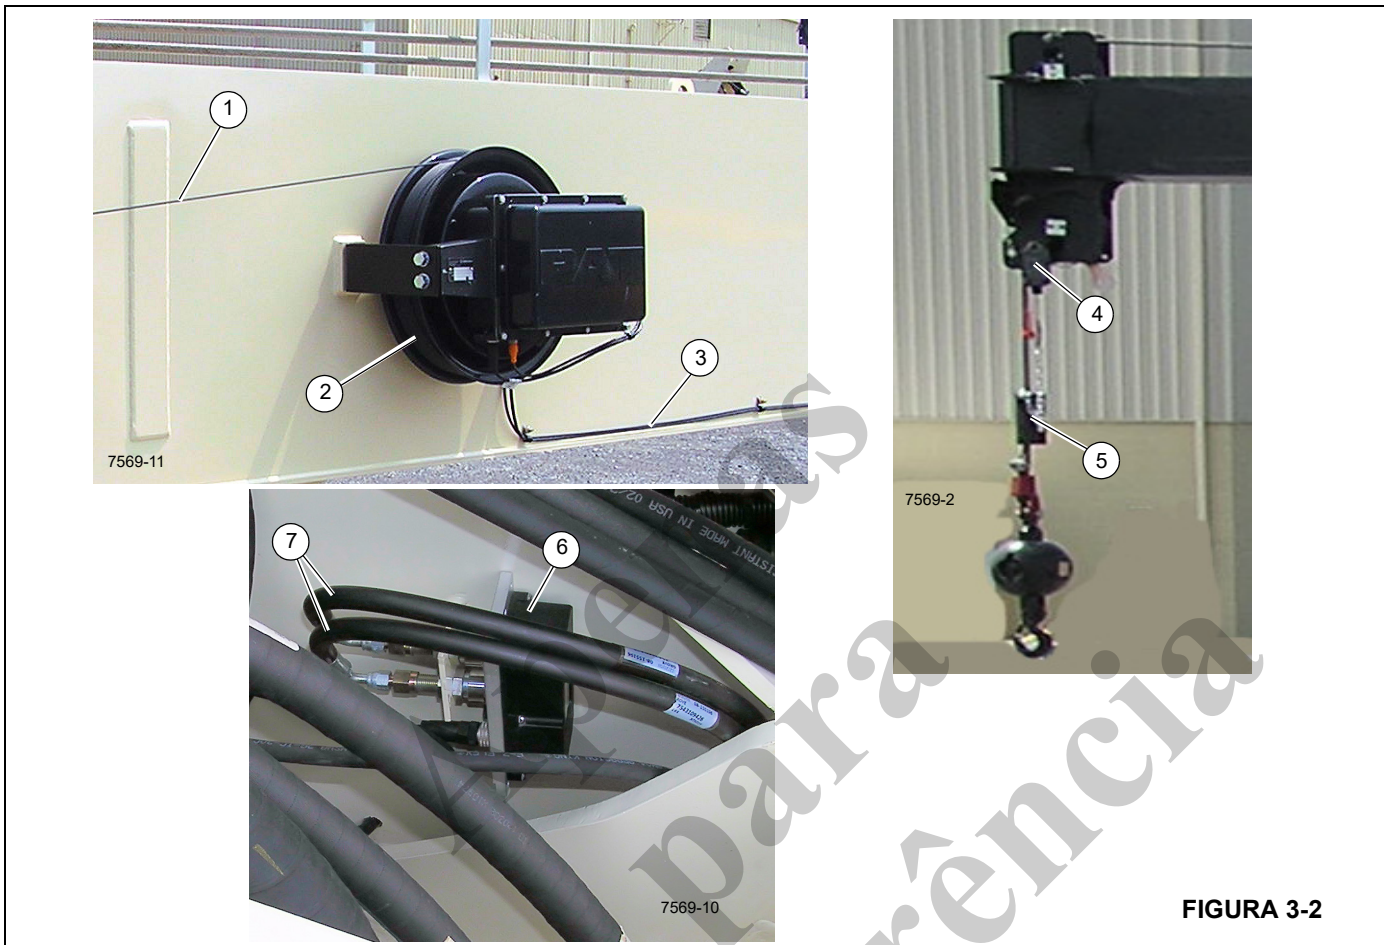

FIGURA 3-2
O cabo do ATB/RCL da lança (1, Figura 3-2) vai do carretel do ATB (2) através da lança para o conjunto da chave do ATB (4). O cabo do conjunto da chave do ATB está fixado ao peso do dispositivo anticollisão do moitão (5).
O cabo do RCL (3, Figura 3-2) vai da parte inferior do carretel (2) à extremidade da lança e a seguir se divide, com uma extremidade descendo através da torre para o transdutor de pressão do cilindro de elevação da lança (6) e a outra extremidade para o console da cabine do operador.